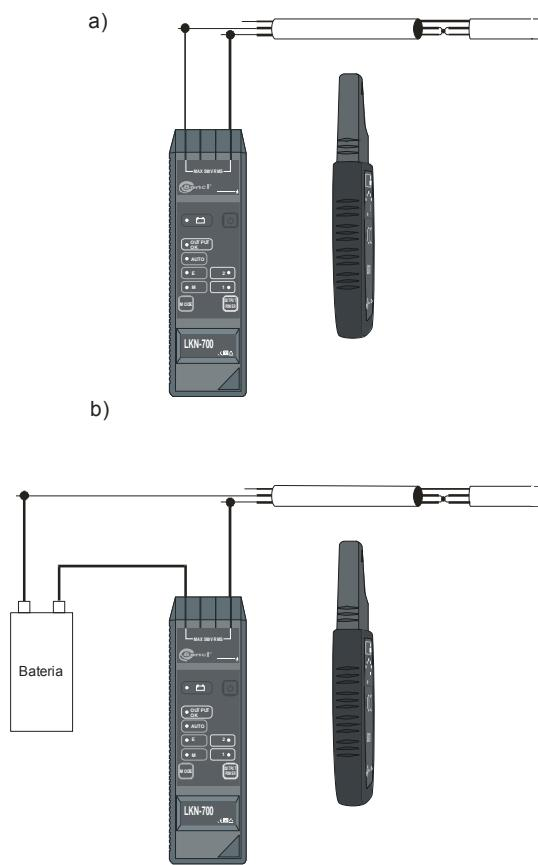

Рис.11 Поиск места короткого замыкания проводов
- Клавишей **4** установить режим работы «ток-напряжение» «M+E» или «AUTO» (Рис.11.а) или «ток» «M», если используется внешний источник питания (Рис.11.б);
Тогда между генератором и одним из проводов следует подключить дополнительный источник с достаточно большим напряжением (Рис.11.б) и изменить режим работы генератора на «ток» «M». В схеме с Рис.11.а можно использовать режим «силовой» «E», помня об установке приемника в режим «ток» «M».